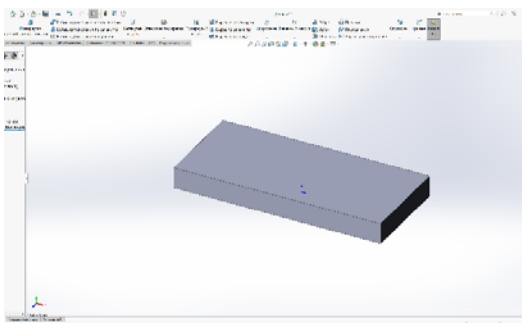

Рис. 2.1. Деталь
1. Создать модель сварного соединения при помощи САПР SolidWorks (рис. 2.1). Сварные детали создаются в разных эскизах и с использованием вспомогательной плоскости.